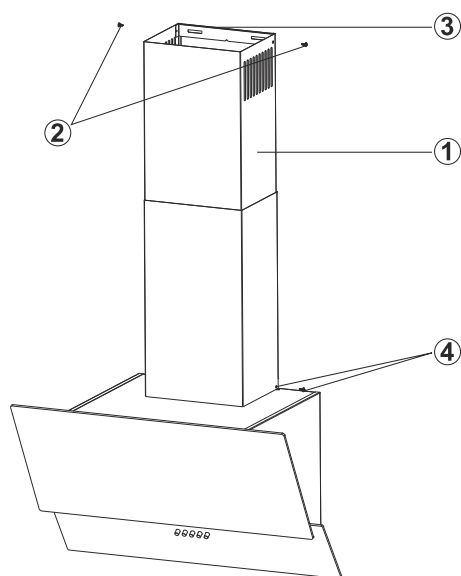

Fig. 17
- Montere nu skorstenene på punkterne (Fig. 17).
Indvendig og udvendig skorsten sættes ind i hinanden (Fig. 17).
- 3. ➔ Træk nu den indvendige skorsten op mod loftet. Fastgør denne med 2 skruer på siderne i toppen. Skru også den udvendige skorsten fast på siderne i bunden (Fig. 17).